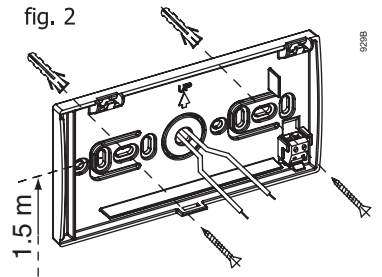

fig. 3
- Estrarre la morsettieria dalla sua sede (fig. 3) e collegarvi i due conduttori. Utilizzare un cavo bipolare (2 x 1mmq max). Non è necessario rispettare la polarità dei due conduttori.